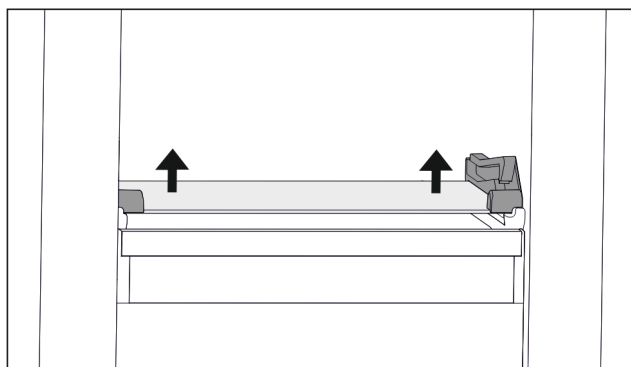

Fig. 66 Glassplate på nedvippbar skuff
- ▶ Trykk opp glassplaten nedenfra på begge sider. (se Fig. 66)